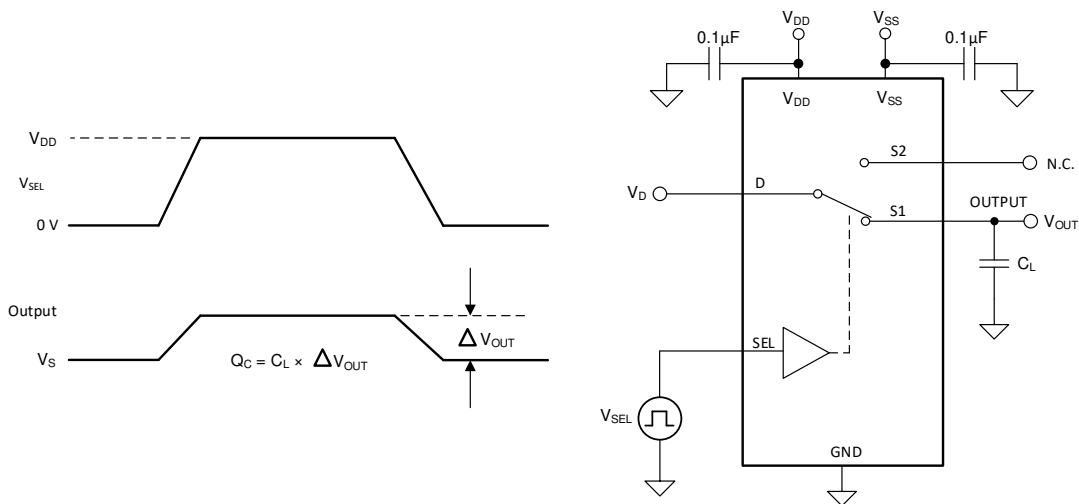

图 6-6. 电荷注入测量设置
SN4599-Q1 具有传输门拓扑。NMOS 和 PMOS 晶体管之间电容的任何不匹配都会导致在栅极信号的下降沿或上升沿期间向漏极或源极注入电荷。注入器件源极或漏极的电荷量称为电荷注入，用符号  $Q_C$  表示。图 6-6 展示了用于测量从漏极 (D) 到源极 (Sx) 的电荷注入的设置。